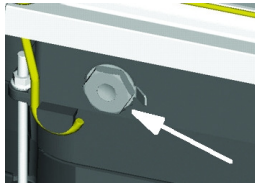

Рис. 23. Контрольное стекло
- 1) открутить контрольное стекло ключом 24 (Рис. 23)